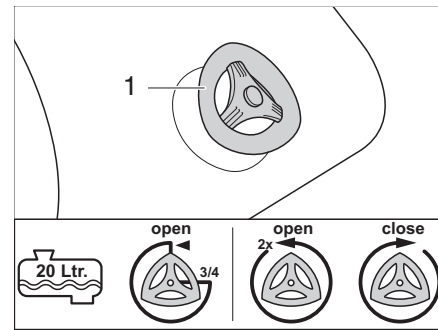

Fig. 341 Rubinetto di scarico
- Pieno per 1/2 o meno: ruotare il rubinetto di scarico (Fig. 341,1) di 3/4 di giro in senso antiorario. L'acqua fuoriesce.
- Pieno per 3/4 o più: ruotare il rubinetto di scarico (Fig. 341,1) di 2 giri in senso antiorario. L'acqua fuoriesce.
- Chiudere il rubinetto di scarico (Fig. 341,1) in senso orario.